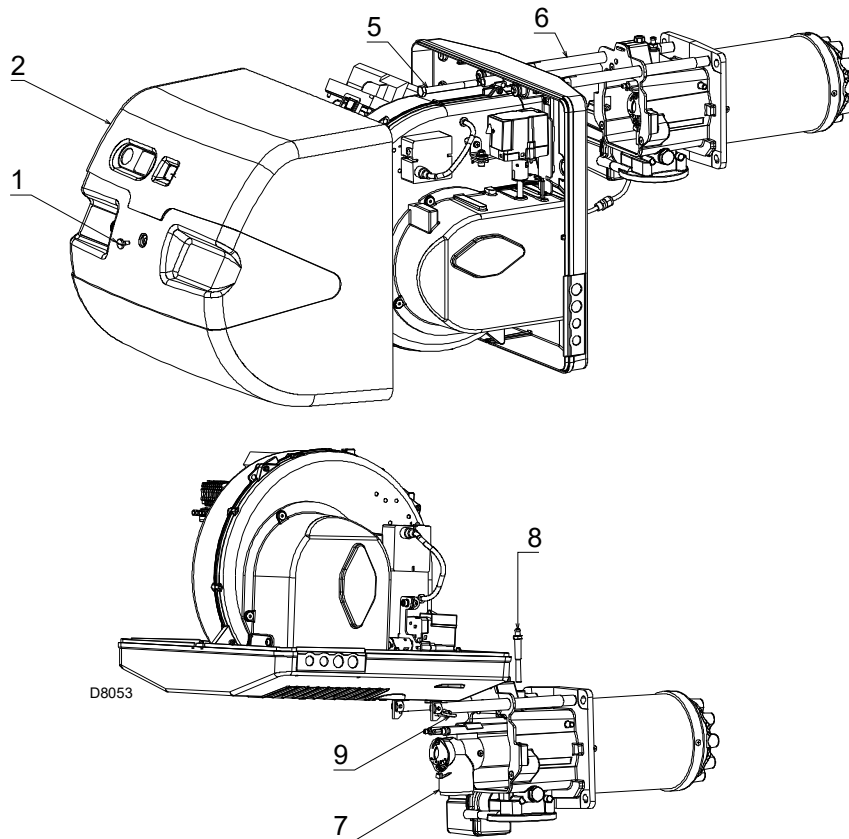

Abb. 34
- Die Schrauben 1)(Abb. 34) lockern und die Haube 2) abnehmen.
- Den Splint 9)(Abb. 34) entfernen und den Brenner bis auf etwa 100 mm von der Muffe wegschieben.